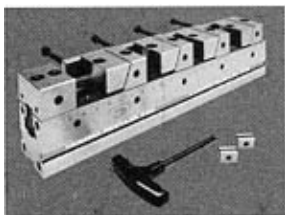

图 3
(2) 按平口钳一次可装夹工件的数量可分为:单工位平口钳、双工位平口钳、多工位平口钳(图3)。